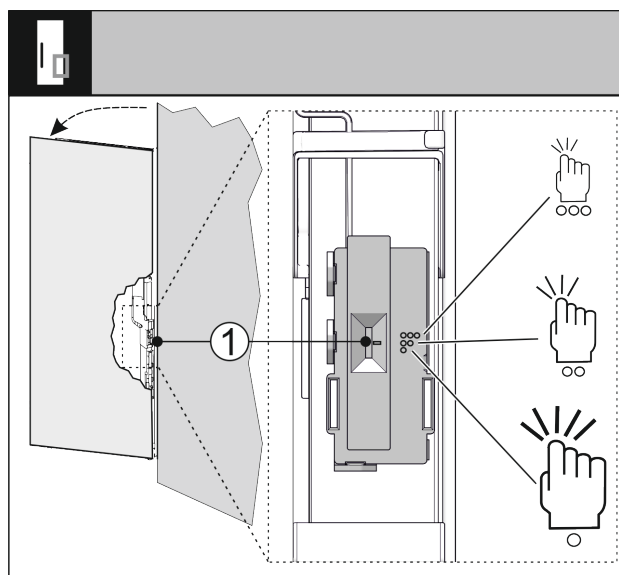

Fig. 34
Du kan stille inn følsomheten til bankesensoren med en bryter Fig. 34 (1). Bryteren befinner seg på hengselsiden, på den nedre tredjedelen av døra.
- ▶ Skyv bryteren Fig. 34 (1) til ønsket bryterstilling.